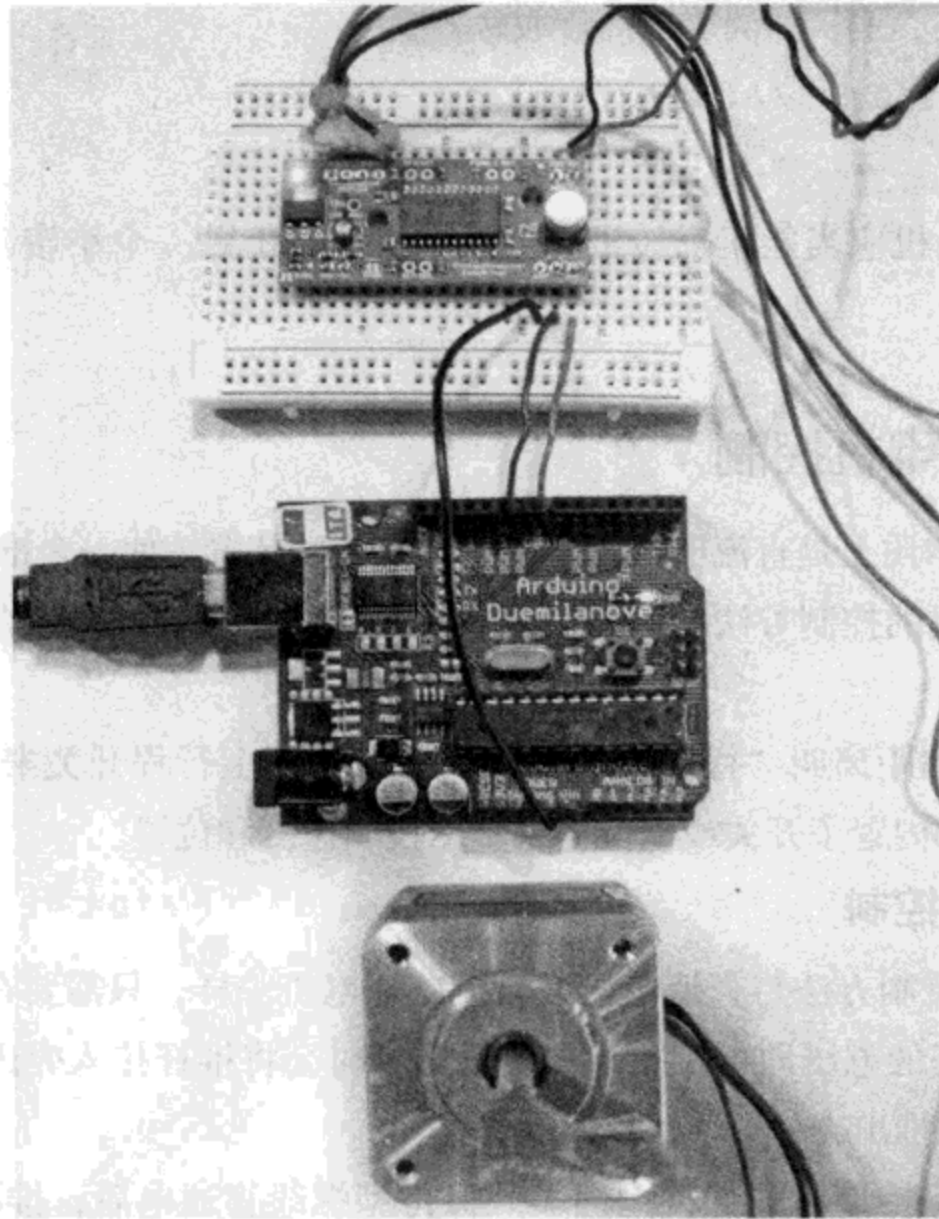

图6.38 接完所有线的步进电机电路
(4) 将步进电机插针插入面包板，与 EasyDriver 的电机引脚分别通过面包板连接。红、绿线应当接 A 组引脚，蓝、黄线应当接 B 组引脚。
(5) 从 Arduino 上引一根地线与 EasyDriver 的 GND 连接。
(6) 将 Arduino 的引脚 8 接 EasyDriver 的 DIR。
(7) 将 Arduino 的引脚 9 接 EasyDriver 的 STEP。
(8) 将 12 V 电源分别接在 EasyDriver 的 M+ 和 GND 上。本例中用了一个台式电源，电压设为 12 V（其他给面包板供电的方式可参考附录）。接好的电路应如图 6.38 所示。